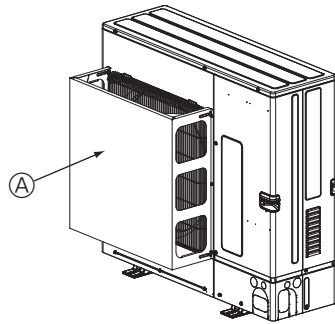

Fig. 2-5
- ② Եթե օդորակիչը տեղադրված է այնպիսի վայրում, որտեղ հնարավոր են ուժեղ քամիներ, փոթորիկներ, որոնք կարող են ուղիղ ներթափանցել օդի արտաթողքի մեջ, ապա տեղադրեք օդի արտաթողքի լրացուցիչ պաշտպանիչ օղամուկ: (Fig. 2-5)